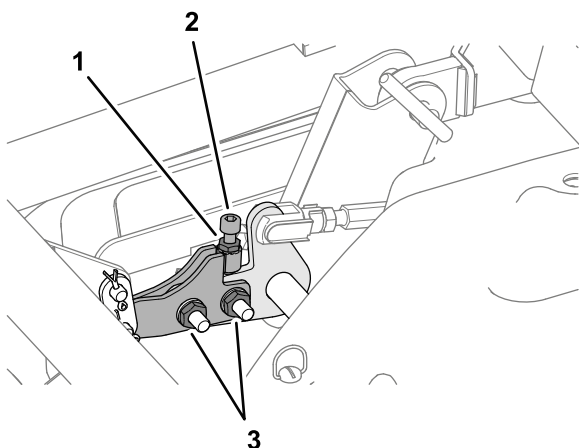

Figura 123
- A. Slăbiți cele 2 piulie care fixează articulația de asigurare a planeității (Figura 123).
B. Slăbii contrapiulia care fixează urubul cu cap imbus (Figura 123).
10. Strângeți cele 2 piulie pentru articulaia de asigurare a planeității și contrapiulia pentru urubul cu cap imbus (Figura 123).
7. Strângeți contrapiulița pentru elementele de reglare a înclinării punii (Figura 123).